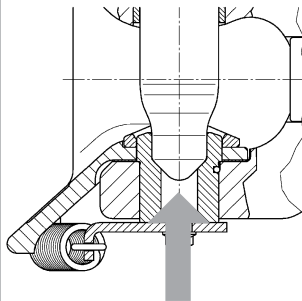

Bild 5
- Kupplungsbolzen Höhenspiel **max. 2 mm** (**Bild 5**)